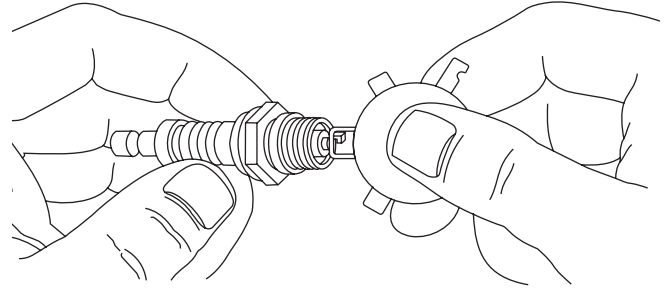

Figura 13 — Revise la bujía
3. Compruebe la separación del electrodo con un calibre de alambre y ajuste el espacio de la bujía a la medida recomendada si fuera necesario (véase la Figura 13 y Especificaciones).